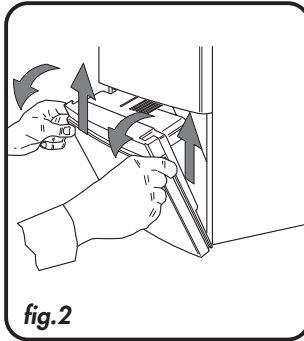

fig.2
- Inclinarse el tablero de mandos hasta llegar al primer tope de seguridad. Levantar para desbloquear e inclinar hasta que se abra totalmente (fig.2).